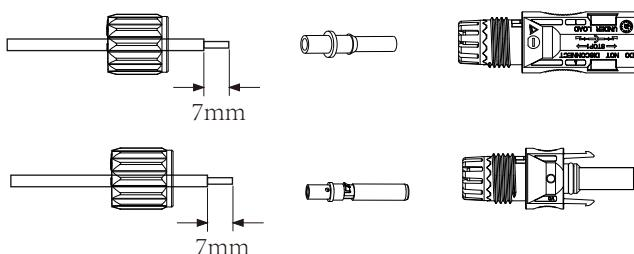

Figura 5.3 Desmontagem da bucha do conector
a) Desencapse o isolamento do fio fotovoltaico em 7 mm, desmonte a porca de capa do conector, passe um fio fotovoltaico pela porca de capa do conector (veja a Figura 5.3). Repita essa operação com todos os fios fotovoltaicos, prestando atenção especial à polaridade do conector.